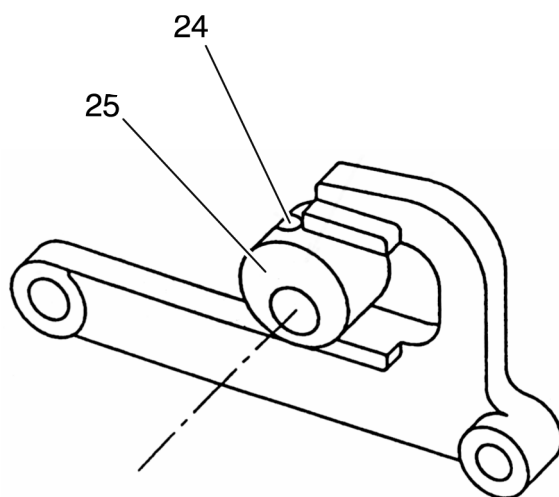

Рис. 16
- Ослабьте крепежный винт 24 (рис. 16).